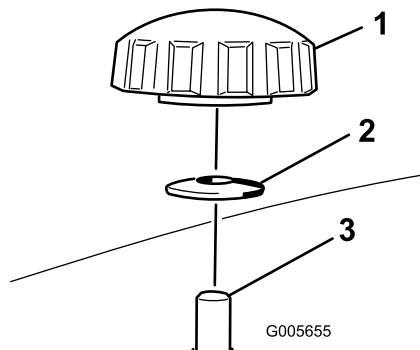

Figura 16
4. Remova os 2 manípulos e as anilhas curvas que fixam o abafador direito ao cortador (Figura 16).
5. Remova o abafador direito e bixe o defletor de relva por cima da abertura de descarga conforme indicado em Figura 16 e Figura 17.
5. Faça deslizar o abafador direito por debaixo da plataforma do cortador e fixe-o utilizando 2 manípulos e anilhas curvas (lado oval virado para o cortador) conforme indicado em Figura 16 e Figura 17.